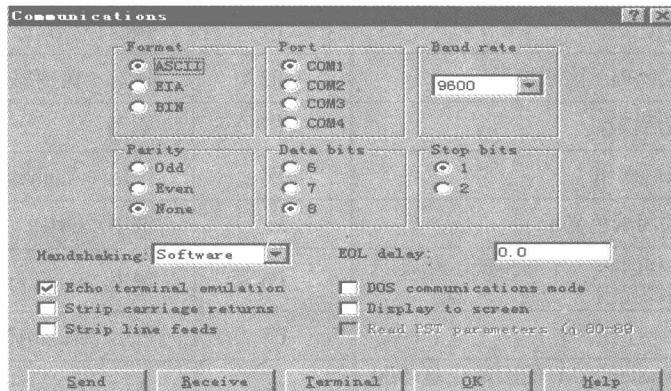

图 1-8
- ① “Settings”选项用于打开打印对话框，进行打印设置。
- ② “Color”选项用来设置是否彩色打印。
- ③ “Background”选项用来指定背景颜色。
- ④ “Name/date”选项用来设置是否在页眉打印文件路径、打印日期等。
- ⑤ “Do it”选项用于完成设置后，将打印文件送打印机或绘图机输出。
(6) 当选择“Communic”命令时，可以将编好的数控程序直接传输到数控机床。选择该选项后，在屏幕上弹出“Communications”(传输参数)对话框，如图 1-8 所示。在该对话框中，可以设置通信数据格式(Format)、传输接口(Port)、传输速率(Baud rate)、奇偶校验方式(Parity)、数据位(Date bits)和停止位(Stop bits)等。单击“Send”按钮，将会出现输出文件对话框，可以将指定的数控程序送入数控机床；单击“Receive”按钮，将会出现输入对话框，可以从数控机床中接收数控程序，存放到计算机中。